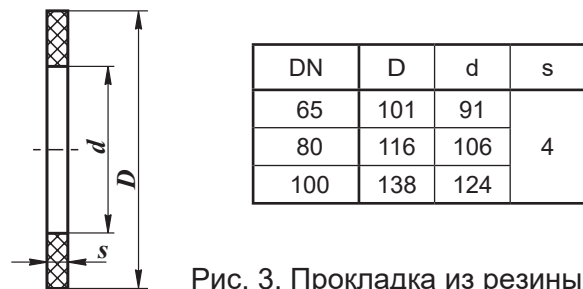
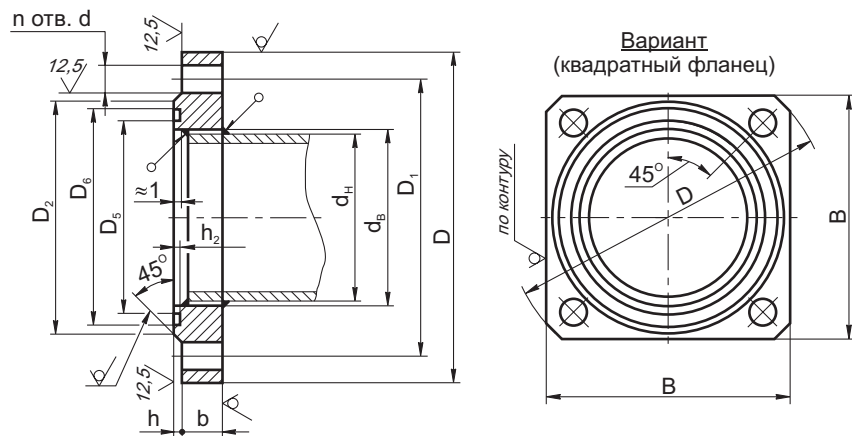

Рис. 3. Прокладка из резины листовой МБС
Рис. 4. Фланцы по ГОСТ 33259-2015 (исполнение уплотнительных поверхностей - D)
4.2.9 Монтаж фланцевых соединений выполнить с применением прокладок из резины МБС средней твердости (Рис. 3). Ответные фланцы - стальные приварные по ГОСТ 33259-2015 (Рис. 4).